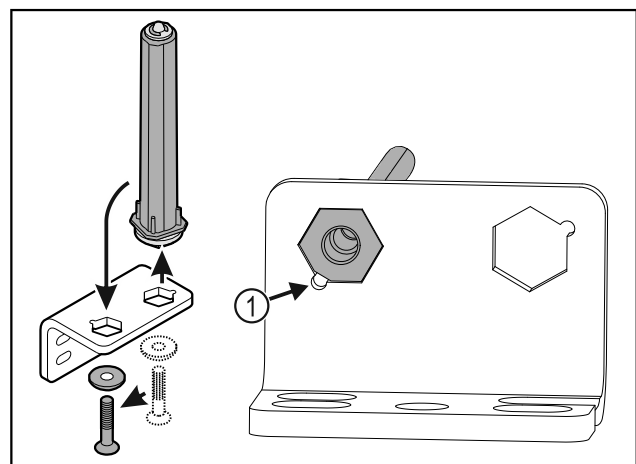

Fig. 38
- Let erop dat bij het plaatsen de boutafschuining Fig. 38 (1) naar het ronde gat wijst.